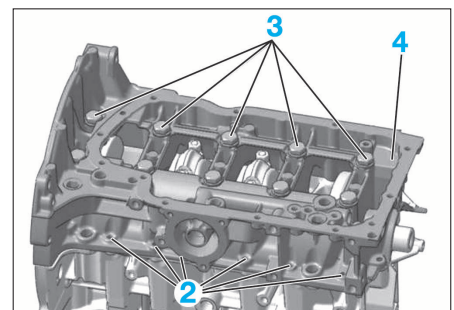

FIG. 49
- les vis (2) de chaque côté du carter de paliers de vilebrequin (4) (Fig.49).
- les vis (3) du carter des paliers de vilebrequin en spirale en commençant par les vis extérieures.